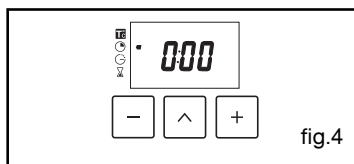

fig.4
Appuyez sur la touche " ^ " pour valider (fig.4).
Il vous est cependant possible d'ajuster la température en actionnant la manette de sélection de température vers + ou - (fig.4)
- 0:00 s'affiche (fig.4),